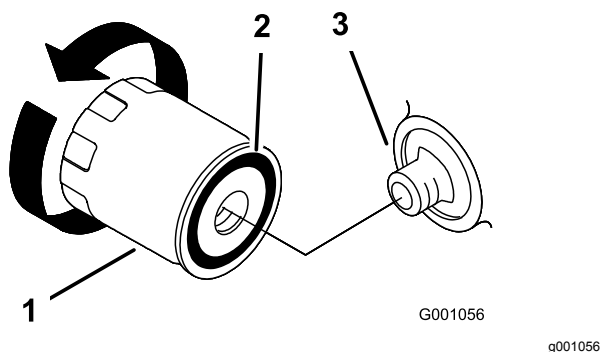

Bild 22
2. Entfernen Sie den Altfilter und wischen die Dichtfläche am Anbaustutzen (Bild 22) ab.
3. Ölen Sie die Gummidichtung am Ersatzfilter leicht mit Frischöl ein (Bild 22).
4. Montieren Sie den Ersatzölfilter am Filterstutzen. Drehen Sie den Ölfilter nach rechts, bis die Gummidichtung den Filterstutzen berührt. Ziehen Sie den Filter dann um eine weitere 2/3 oder ganze Drehung fest (Bild 22).